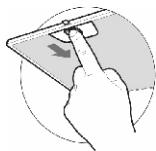

рис. 4
- перед установкой вытяжки снимите алюминиевый фильтр, для этого нажмите на пружинный замок на фильтре и потяните его вниз и на себя (рис. 4);
8.3 Для очистки алюминиевого фильтра извлеките его из вытяжки (рис.4). Произведите очистку фильтра с помощью щетки горячим водным раствором нейтрального моющего средства вручную или в посудомоечной машине (при 60°C). Сильно загрязненный фильтр не следует мыть в посудомоечной машине вместе с посудой. Старайтесь не гнуть фильтр при мойке. Возможное изменение цвета фильтра, с течением времени, не приводит к снижению эффективности его действия.
- снимите алюминиевый фильтр (рис. 4);